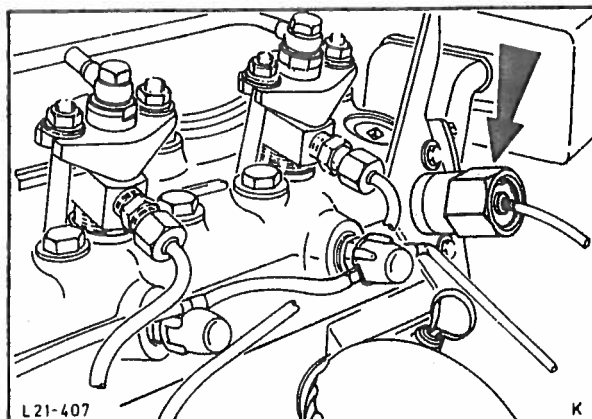

Fig. 116 Montering av tomgangsjusteringskabel til topplokket.
21. Monter tomgangsjusteringskabelen til topplokket, fig. 116 og kople til ledningene på temperaturmålerens sender.